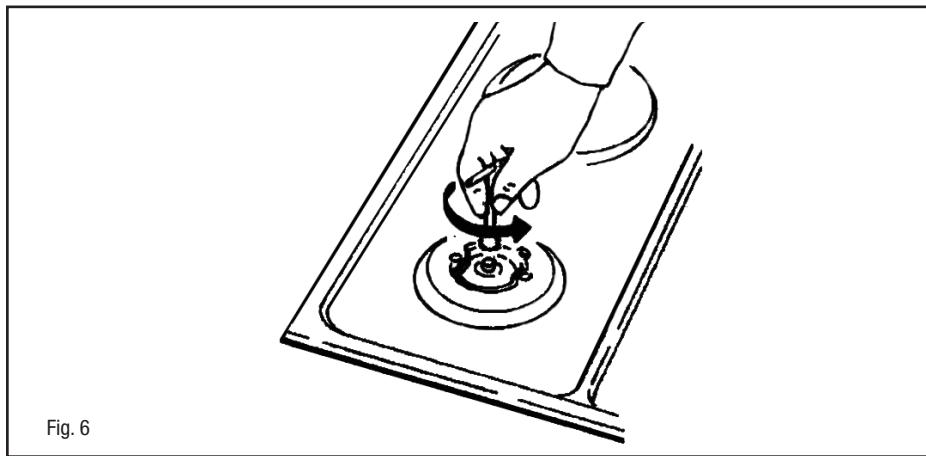

Fig. 6
(Fig. 6) Se l'apparecchiatura risulta predisposta per un diverso tipo di gas da quello di alimentazione disponibile, si deve procedere:
- alla sostituzione degli iniettori (Fig. 6) con i corrispondenti al tipo di gas da utilizzare (vedi tabella "Caratteristiche iniettori").